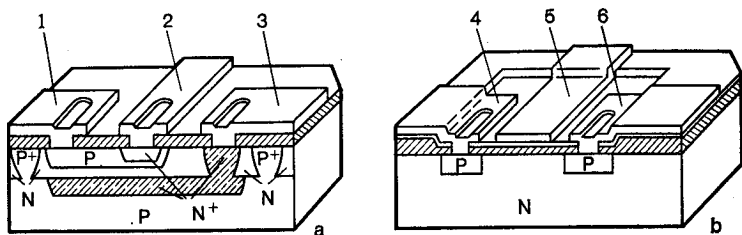

Fig. 3 Circuit bipolaire (a) et circuit MOS (b)
Si le substrat de silicium est du type N, ce qui est généralement le cas, on effectue alors une diffusion de type P (voir fig. 3) qui donne naissance aux zones de drain (6) et de source (4).
3. En utilisant la *fig. 3*, racontez l'organisation du circuit intégré bipolaire et du circuit MOS;